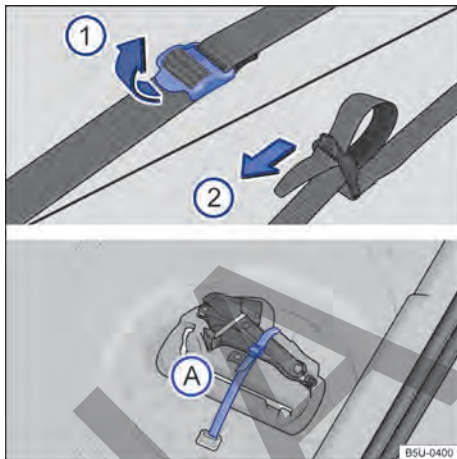

Fig. 143 En el maletero: cinta de fijación de la caja de herramientas y caja de herramientas de a bordo.
Para soltar la cinta de fijación → fig. 143 (A), tirar de la hebilla en el sentido de la flecha (1).